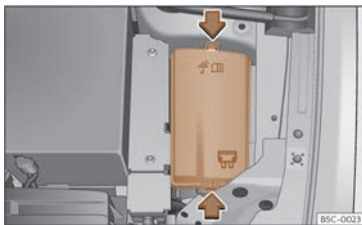

Fig. 211 No van do motor: tapa da caixa de fusibles.
- Prema as pestanas de bloqueo para desbloquear a tapa da caixa de fusibles >>> **fig. 211**.